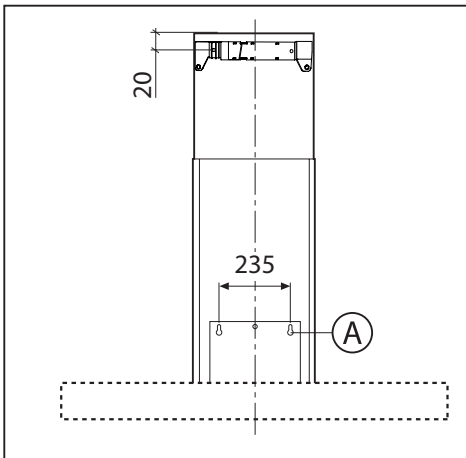
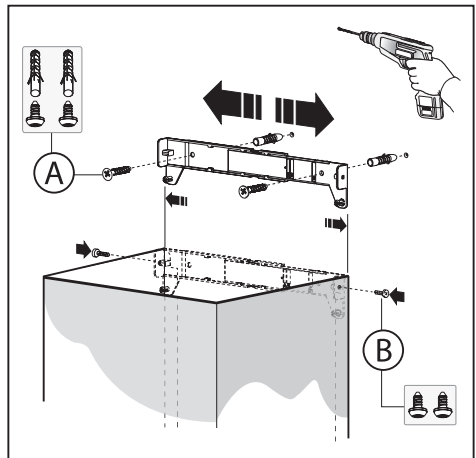
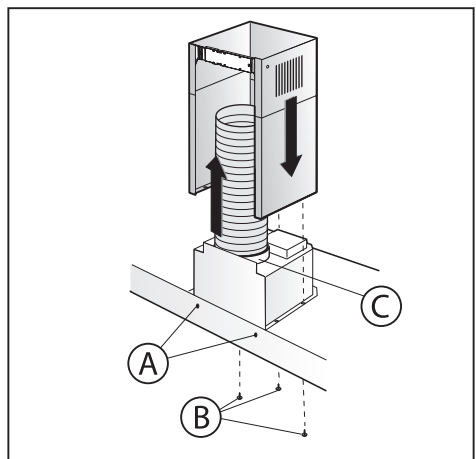

Fig.2
Fig.3
Fig.5
-Eseguire i fori **A** rispettando le quote indicate (Fig.2).
-A regolazione avvenuta fissare la cappa definitivamente tramite le 2 viti **A** (Fig.5).
-Regolare la larghezza della staffa di supporto del camino decorativo superiore (Fig.3).
-Successivamente fissarla al muro in modo che sia in asse con la vostra cappa tramite le viti **A** (Fig.3) e rispettando la distanza dal soffitto indicata in Fig.2.
-Collegare, mediante un tubo di raccordo, la flangia **C** al foro evacuazione aria (Fig.5).
-Fissare il camino decorativo inferiore alla cappa utilizzando le viti **B** in dotazione (Fig.5), sfilare il camino decorativo superiore fino alla staffa e fissarlo tramite le viti **B** (Fig.3).